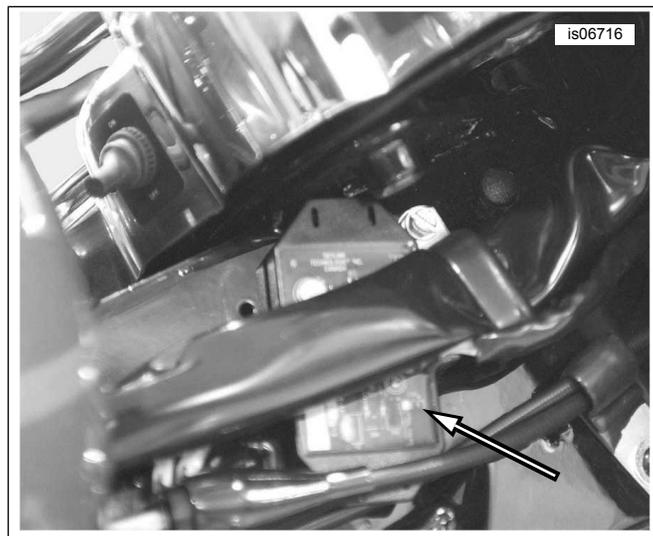

Figura 10. Montagem do Transmissor perto do tubo do garfo (FLHR de 2013 e anteriores)
| FLHR Touring/ FLRT Trike (todos) | Lado direito do quadro, perto do tubo do garfo, no interior da ótica, com almofada de espuma (antes disso, retire o farol dianteiro) (Ver a Figura 10.). | |
3. Ver Figura 10 . Monte o transmissor no lado direito do quadro, perto do tubo do garfo.